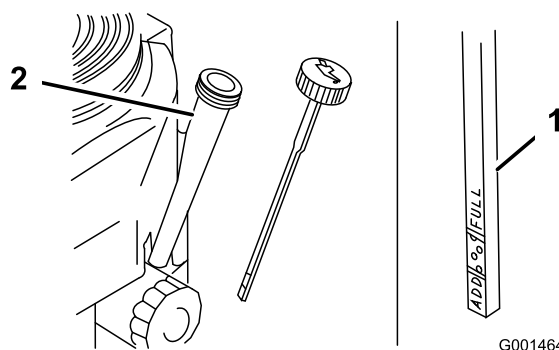

Рисунок 16
3. Очистите область вокруг масломерного щупа (Рисунок 16).
4. Извлеките щуп и дочиста протрите его (Рисунок 16).
5. Вставьте щуп до упора в трубку щупа, не завинчивая его в шейку маслосливной горловины (Рисунок 16).
6. Извлеките щуп и осмотрите его. Уровень масла должен находиться между метками Full («Полный») и Add («Добавить») (Рисунок 16).